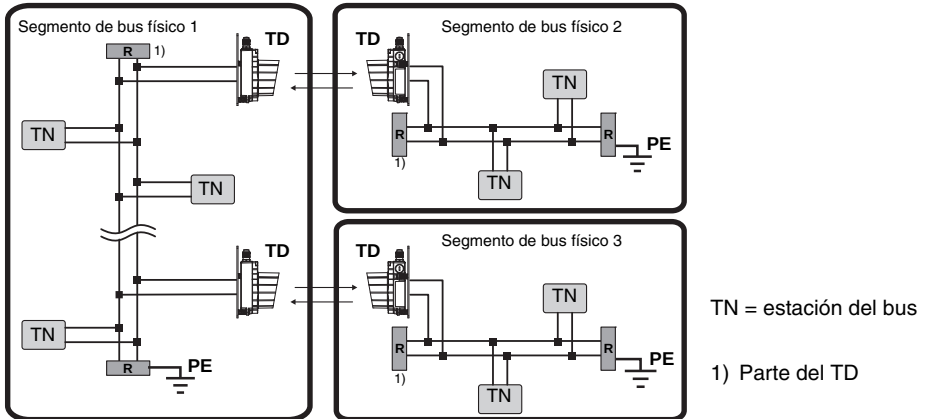

Figura 9.9: Cableado DeviceNet / CANopen
- En cada uno de los segmentos físicos de bus deben finalizarse los terminales de los conductores de bus entre CAN_L y CAN_H (vea figura 9.9 ).
- El potencial de referencia CAN_GND puede ser conectado únicamente a una parte de un segmento de bus físico con el potencial de tierra (PE) (vea figura 9.9).